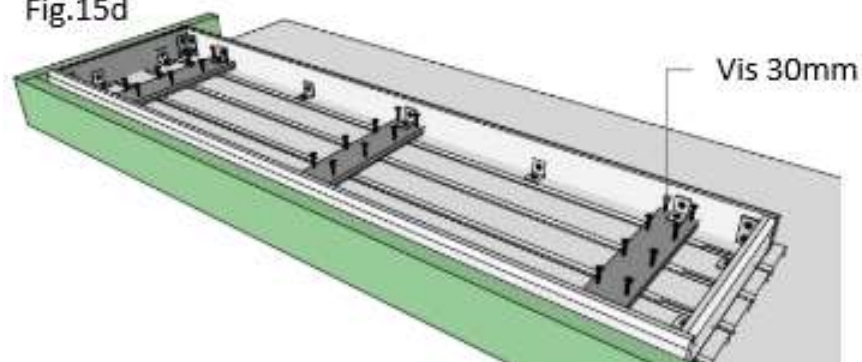

Fig.15e-
- vi. Fixer l'ensemble avec les cornières métalliques. Utiliser des vis 20mm (fig.15e).